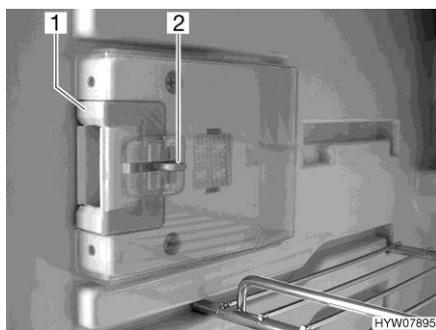
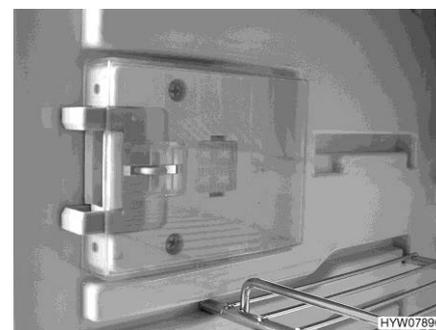

Fig. 163 Dispositivo de cierre (posición normal)
Fig. 164 Dispositivo de cierre (posición de ventilación)
■ Hundir el desbloqueo (Fig. 163,2).
■ Empujar el dispositivo de cierre (Fig. 163,1) hacia delante (Fig. 164).